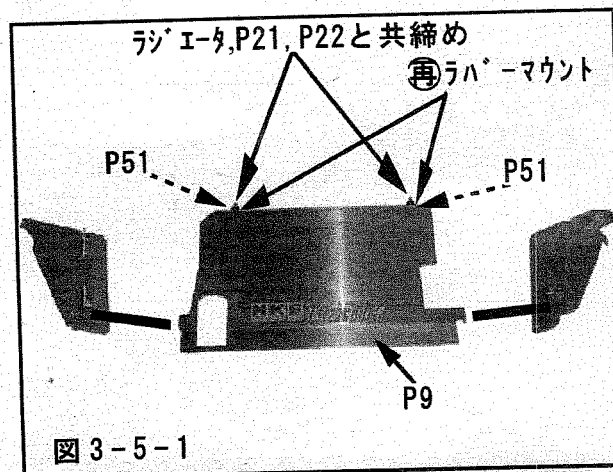

図3-5-1
(1) 純正ラバーマウントをエアガイドに取付けてください。(図3-5-1)
- (7) エアコンパイプNo.1とNo.2をタイラップ(大)で固定してください。
- (8) 純正エアコンパイプをレシーバタンクと車両に取付けてください。
- (9) エアガイドを取付けてください。(図3-5-1)